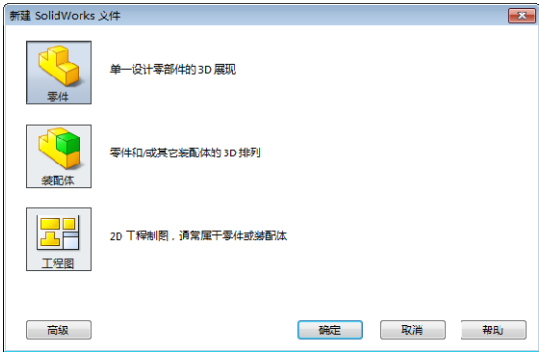

图 16-66 【新建 SolidWorks 文件】对话框
- 01 单击【标准】工具栏中的【新建】按钮，系统弹出【新建 SolidWorks 文件】对话框，如图 16-66 所示，选择【工程图】图标，单击【确定】按钮，系统进入工程图工作界面。